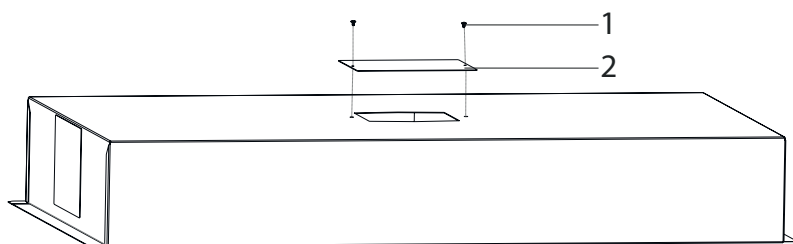

Fig. 14
2. ➤ Montera täckplattan på ovansidan av fläkten med 2 x 3,5x9 skruvar för att täcka hålet (Fig. 14).